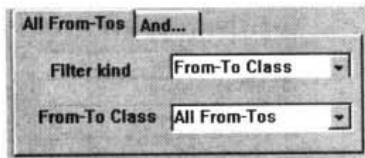

图 10-72 规则范围设置为指定的 From-To 类
- **From-To Class:** 指定 From-To 类。选择此项后, 规则适用范围为指定的一类 From-To 连线, 在 From-To Class 下拉列表中选择 From-To 类, 如图 10-72 所示。